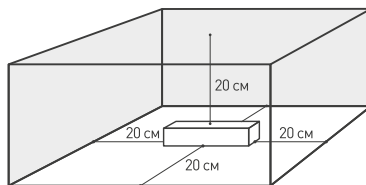

Рис. 5. Свободное пространство вокруг источника
- 4.4. Для естественной вентиляции обеспечить свободное пространство вокруг источника питания не менее 20 см, как изображено на рис. 5. При невозможности обеспечить свободное пространство используйте принудительную вентиляцию.